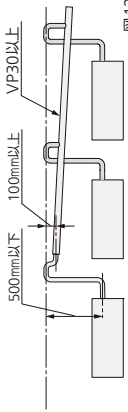

図12
- 集合ドレン配管を行う場合は1/100以上の下り勾配を付け、ドレン配管立上り部より低くなるようにしてください。(100mm以上)(図12)
- 集合ドレン配管の太さは集合した本体の台数に見合うだけの太い配管(VP30以上)で施工してください。(図12)